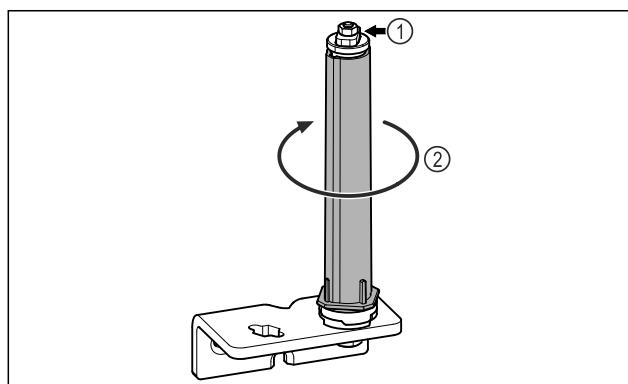

Fig. 21
- ▶ Ne razstavite sistema za zaklepanje vrat Fig. 21 (1).
- ▶ Obračajte zaporni sistem Fig. 21 (2), dokler ne klikne.